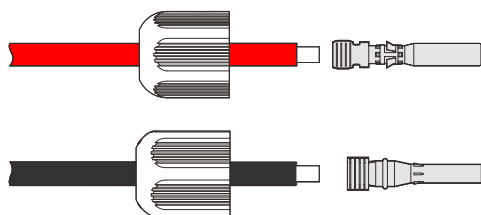

Figura 3-17 Crimpe os terminais de metal
- Etapa 2 Solte as porcas de segurança dos conectores positivos e negativos, passe os fios positivos e negativos pelas contraporcas correspondentes e crimpe os fios positivos e negativos nos terminais metálicos positivos e negativos, respectivamente e depois verifique se os fios positivos e negativos estão crimpados firmemente, como exibido na Figura 3-17.